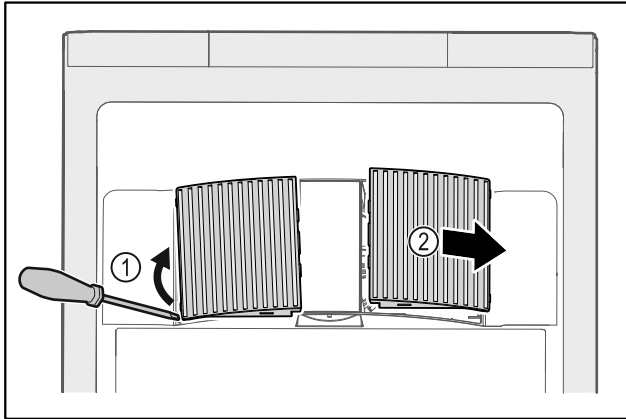

Fig. 109
- ▶ Ventilatorabdeckungen vorsichtig von der Seite heraushebeln Fig. 109 (1) und nach vorne abnehmen Fig. 109 (2).